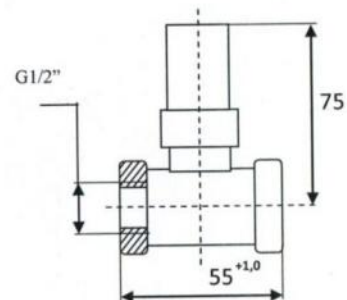

Рис. 1
- 2.9 Габариты приведены на рис. 1